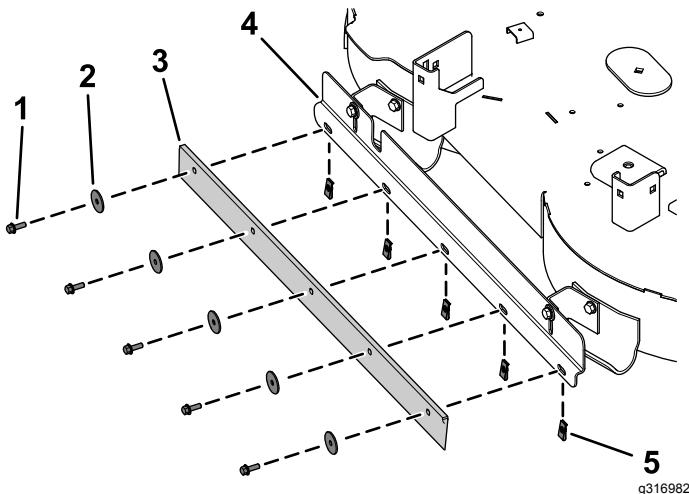

Figura 3
- 2. Instale las 5 tuercas rápidas en la pletina de sujeción (Figura 3).
- 3. Sujete la rasqueta a la pletina de sujeción y a las tuercas rápidas usando 5 tornillos de cabeza hexagonal (1/4" x 3/4") y 5 arandelas (Figura 3).